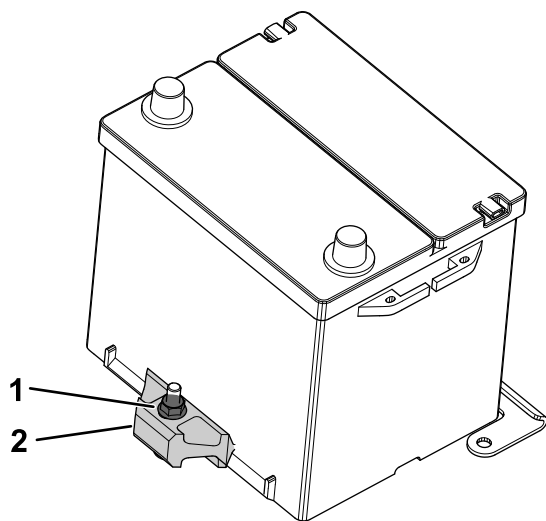

Figure 108
- Desserrez le contre-écrou qui fixe le dispositif de retenue de la batterie et déposez la batterie de son support (Figure 108).
- Placez la batterie sur son support et fixez-la au dispositif de retenue en serrant le contre-écrou (Figure 108).